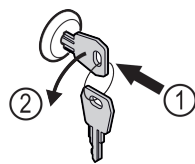

Fig. 170
- ▶ Iespiediet atslēgu. Fig. 170 (1)
- ▶ Grieziet atslēgu par 90° pretēji pulksteņrādītāja virzienam. Fig. 170 (2)